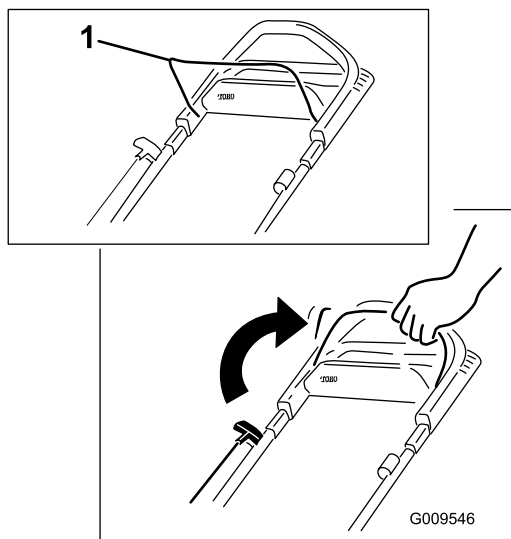

Figura 13
1. Tenete la barra di comando della lama contro la stegola (Figura 13).